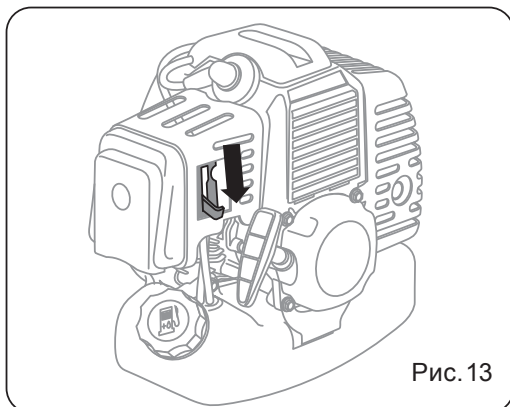

Рис. 13
- На ручке управления нажмите рычаг дроссельной заслонки и зафиксируйте его фиксатором (Рис. 13).
- Рычаг воздушной заслонки переведите вниз, затем нажмите на рычаг дроссельной заслонки для разблокировки (Рис. 13).